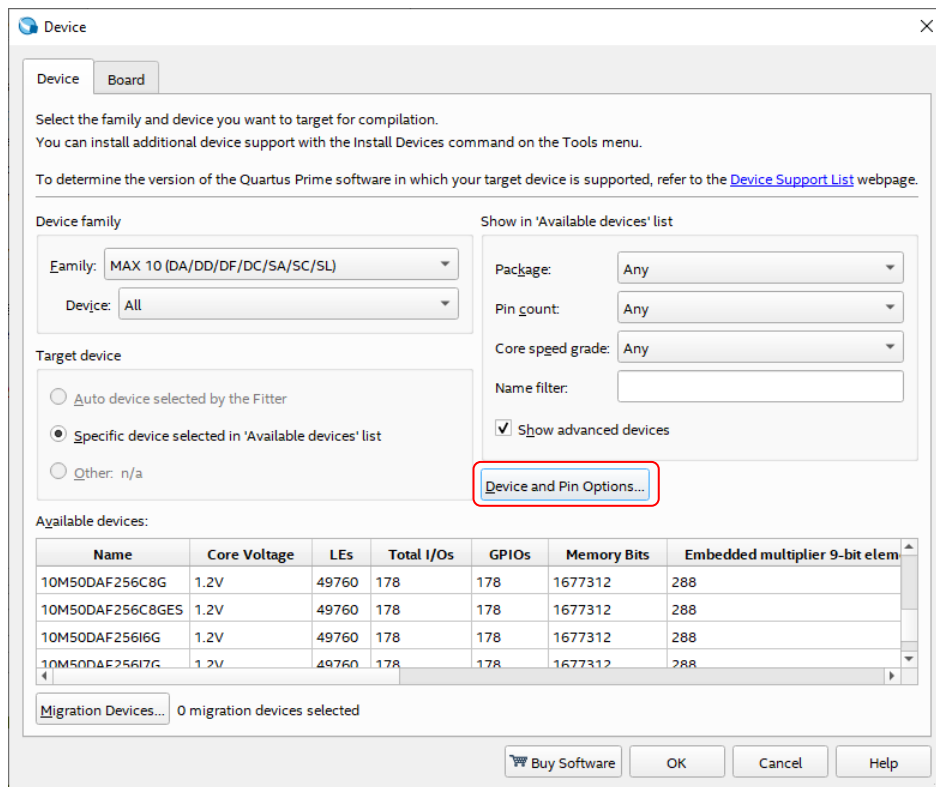

Fig. 10 – Opções para o ajuste do valor default dos pinos não utilizados.
13. Os LEDs não utilizados, por default, ficam levemente acesos. Se você preferir que os LEDs não utilizados fiquem completamente apagados, na parte superior do painel do **Quartus Prime Lite Edition**, vá em “**Assignments**” e depois “**Device**”. Na janela que se abre, clique na aba “**Device and Pin Options...**”, situada na parte central e à direita da janela, como ilustra a **Fig. 10**.